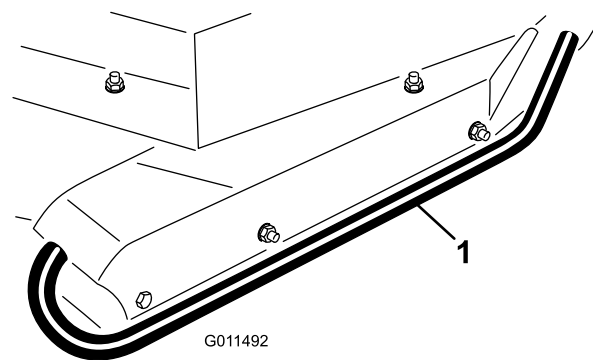

**Figura 25**
5. Rode a barra tensora para levantar ou descer o braço articulado, até os orifícios se encontrarem alinhados com a altura desejada dos orifícios da altura de corte na estrutura da unidade corte (Figura 24 e Figura 25).